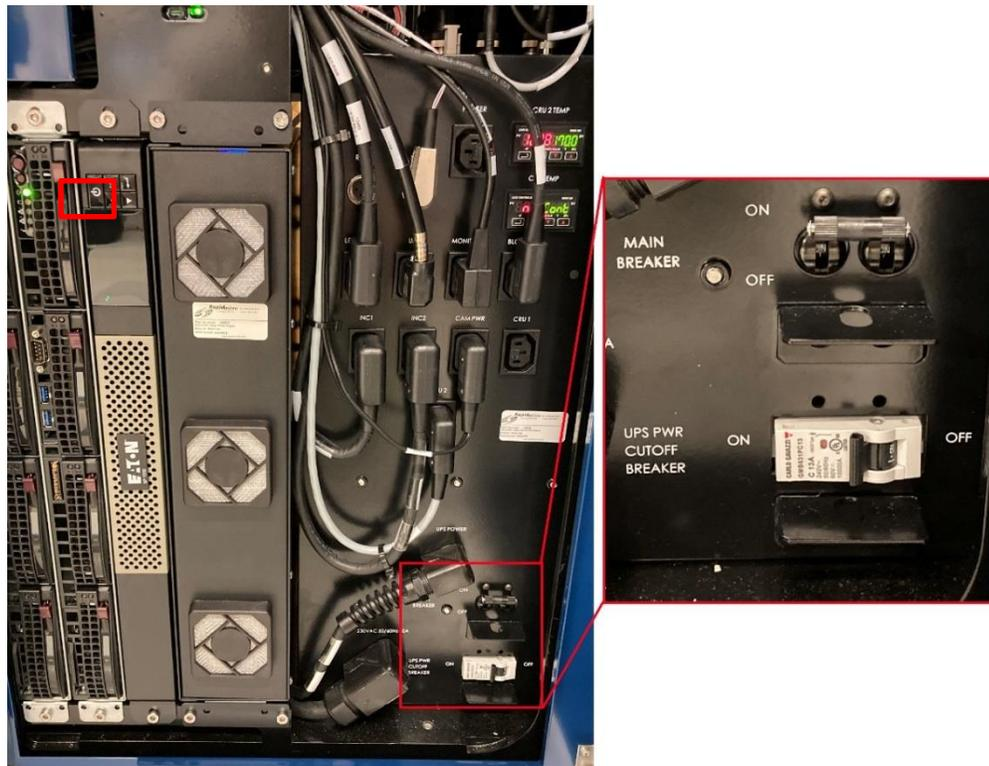
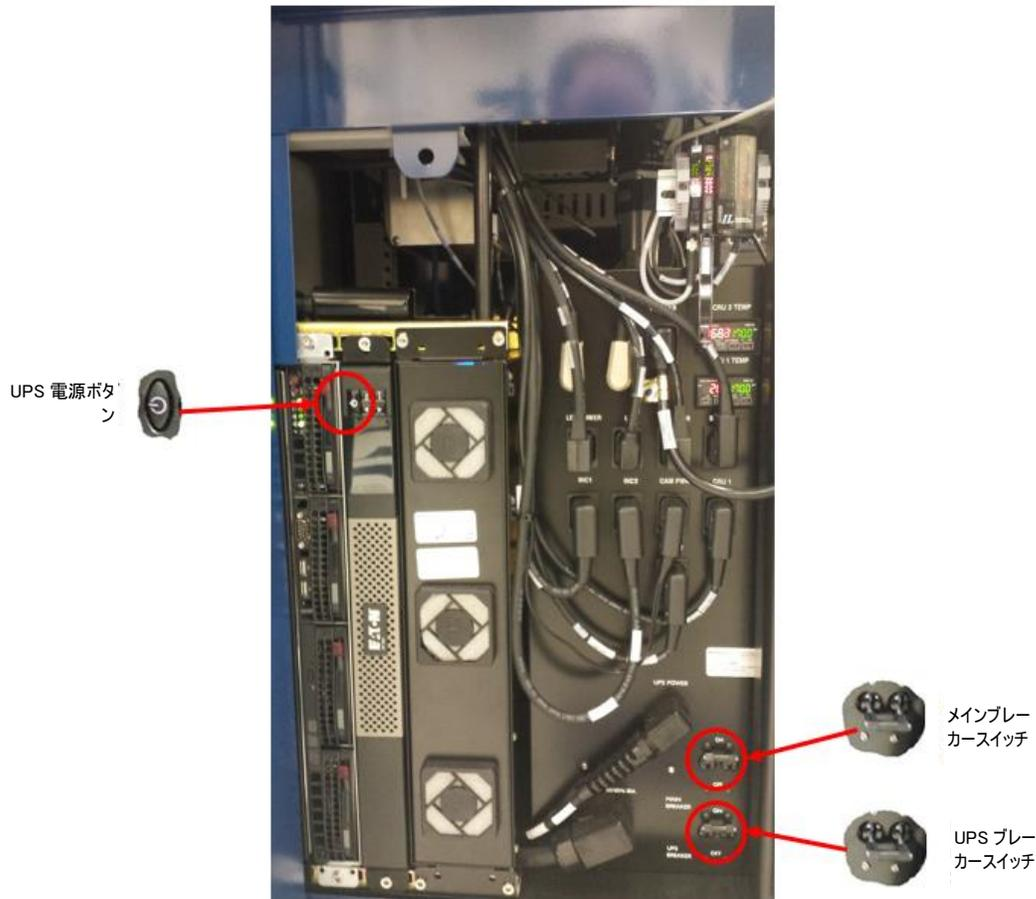

図 1-5: コントロールパネルブレーカーと電源レイアウト - 新型
図 1-6: コントロールパネルブレーカーと電源レイアウト - 旧型
2. 必要に応じて、メインブレーカースイッチと UPS 電源スイッチを「ON(オン)」にします。これらのスイッチは右下にあります。注記: 図 1-5 および図 1-6 に 2 つのスイッチのレイアウトを示します。